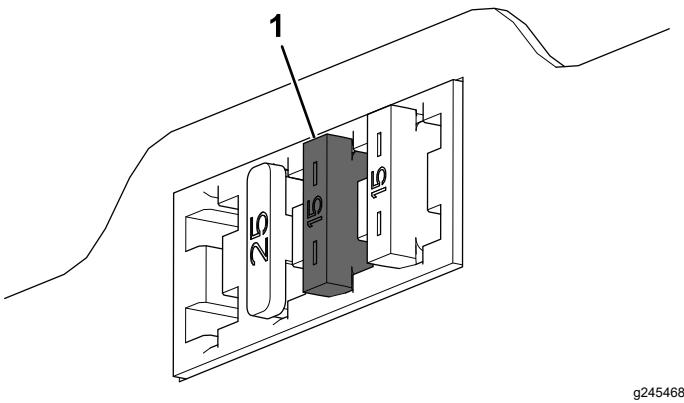

Рисунок 12
11. Вставьте предохранитель (15 A) в третье гнездо слева, если смотреть на блок предохранителей (Рисунок 12).